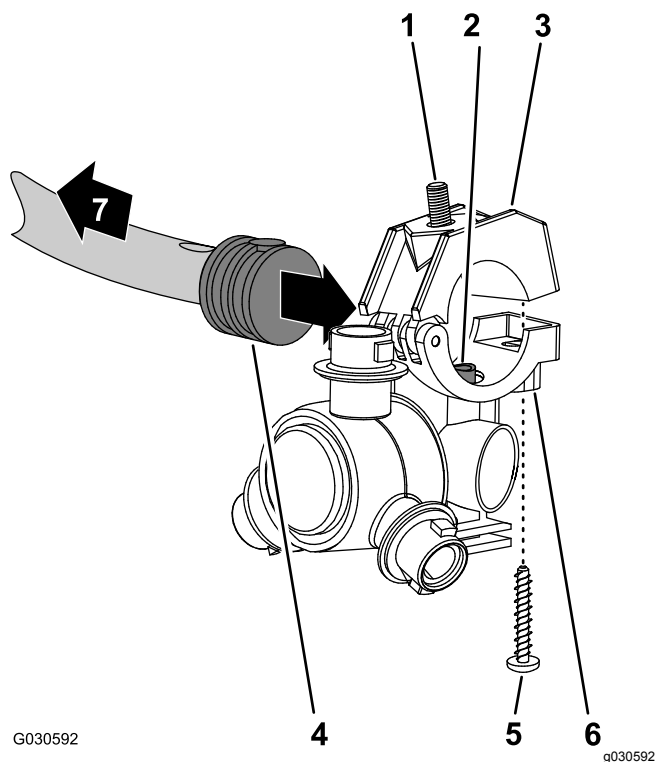
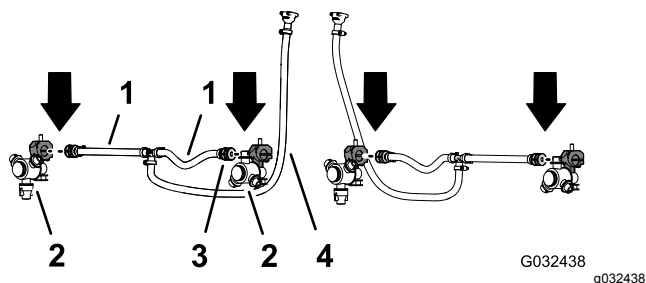

Figura 55
Figura 56
- Lavorando con i 2 ugelli dell'irroratrice del kit di finitura dell'impianto di irrorazione GeoLink, rimuovete la vite in acciaio inox che fissa la metà superiore della fascetta alla sella (Figura 55).
- Individuate il foro sul lato del portagomma dentellato singolo all'estremità del flessibile da 25 cm del gruppo flessibili (valvola dell'irroratrice 5 o 6) per la sezione di irrorazione centrale (Figura 55 e Figura 56).
- Allineate il tubo di trasferimento sulla sella di un ugello dell'irroratrice (Figura 55) con il foro sul lato del portagomma dentellato singolo (1/2").
- Chiudete la metà superiore della fascetta attorno al portagomma dentellato e fissate la metà della fascetta e il corpo dell'ugello dell'irroratrice (Figura 55) con la vite in acciaio inox (n. 12 x 1 1/4"); serrate la vite in acciaio inox a 14-18 N·m.
- Lavorando con l'ugello dell'irroratrice, il bullone a testa esagonale e la vite in acciaio inox che avete rimosso ai passaggi 1 e 2 di Rimozione degli ugelli dell'irroratrice (pagina 25), ripetete i passaggi da 3 a 5 sul portagomma dentellato singolo (Figura 55 e Figura 56) all'estremità dell'altro flessibile da 25 cm.
- Lavorando con i 2 ugelli dell'irroratrice che avete rimosso al passaggio 4 di Rimozione degli ugelli dell'irroratrice (pagina 25), ripetete i passaggi da 3 a 5 per i portagomma dentellati singoli dell'altro gruppo flessibili (valvola dell'irroratrice 5 o 6) per la sezione di irrorazione centrale (Figura 55 e Figura 56).